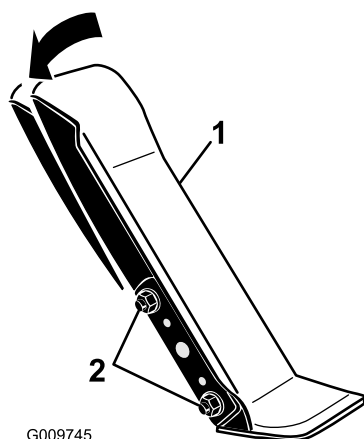

Figura 88
1. Afloje las dos tuercas y pernos que fijan el lado izquierdo del pedal de tracción al soporte (Figura 88).
2. Ajuste el ángulo del pedal y apriete las tuercas (Figura 88).